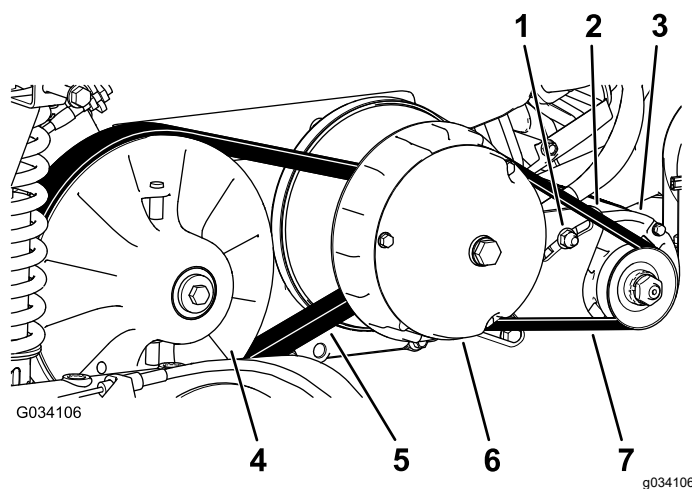

Bild 66
6. Drehen und prüfen Sie den Riemen (Bild 66) auf überdurchschnittliche Abnutzung oder Beschädigung.
3. Drehen Sie den Riemen und verlegen ihn über die sekundäre Kupplung (Bild 66).
4. Nehmen Sie den Riemen von der primären Kupplung (Bild 66).
5. Fluchten Sie den neuen Riemen über der primären Kupplung aus (Bild 66).
6. Drehen Sie den Riemen und verlegen ihn über die sekundäre Kupplung (Bild 66).
2. Lösen Sie die Drehmutter für den Startergenerator (Bild 66).
4. Drücken Sie das Stemmeisen nach unten, um den Starter nach unten im Schlitz zu drehen, bis die Riemenspannung nur eine Riemendurchbiegung von 6 mm erlaubt, wenn Sie eine Kraft von 44 N·m aufbringen (Bild 66).
5. Ziehen Sie die Drehmutter mit der Hand an und entfernen Sie das Stemmeisen (Bild 66).